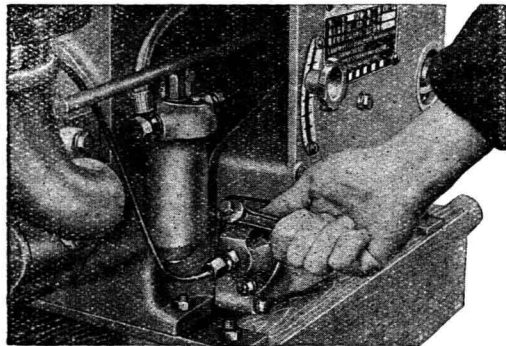

图5 旋松喷油泵放气螺栓，
7. 用呆扳手将喷油泵上的放气螺钉或输油管管接螺栓旋松，使混杂在燃油管道中的空气放出。等到流出的柴油不带气泡时，再旋紧螺栓(图5)。